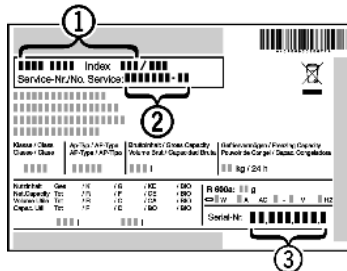

Fig. 52
- ▶ Gerätebezeichnung Fig. 52 (1), Service-Nr. Fig. 52 (2) und Serial-Nr. Fig. 52 (3) vom Typenschild ablesen. Das Typenschild befindet sich an der linken Geräteinnenseite.